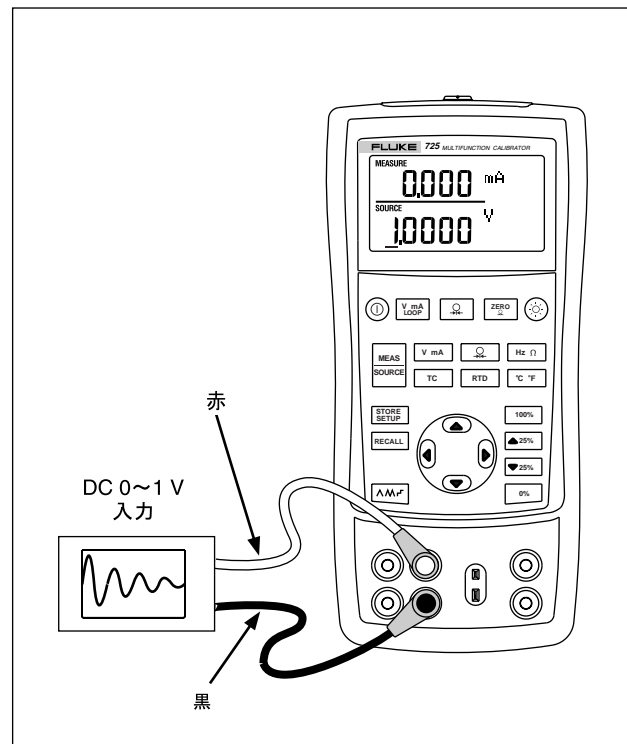

図 22. チャート・レコーダーの校正
1. 図 22 に示すように、被試験計器にテスト・リードを接続してください。